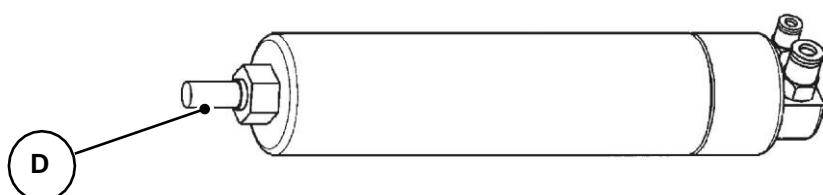

Fig. 09-14
5. Desapertar o casquilho "D" do cilindro a substituir e enroscá-lo no novo cilindro (ver fig. 09-14)